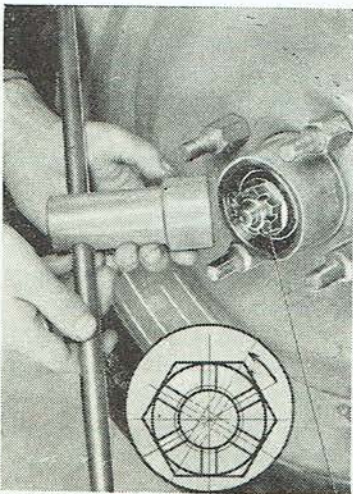
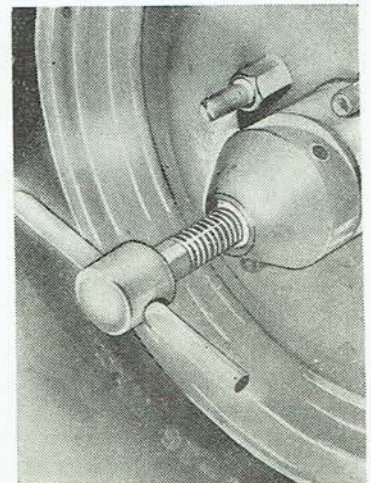

Abb. 65
Abb. 66
5. Die Deckmutter ist von der rechten Vorderradnabe abzuschrauben, die Kronenmutter (Abb. 65) zu entsichern und mit Hilfe eines Steckschlüssels auszuschrauben. In die Radnabe ist der Abzieher (Abb. 66) einzuschrauben, mit dessen Hilfe die Nabe abzuziehen ist.
Die Spieheinstellung wird durch Festziehen oder Lockern der Kronenmutter um einen Schlitz (Abb. 65) durchgeführt.